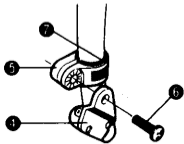

Fig. 8
(2) Fixez le palpeur sur le tube droit de la fourche avant. Utilisez la petite ou la grande patte de palpeur avec la garniture en caoutchouc de 1mm ou de 2mm d'épaisseur selon le diamètre du tube de fourche de votre vélo (figure 8). Ne serrez pas la vis complètement afin de permettre le réglage de la position du palpeur par la suite.